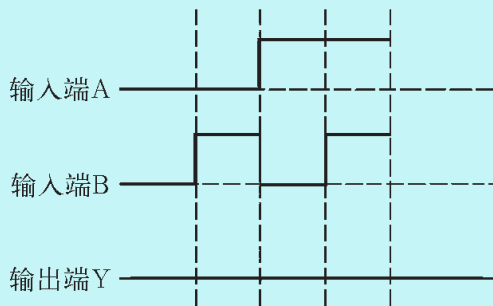

图 2.44 或非门电路波形图
1. 试完成两个输入端或非门电路的波形图（图2.44）和真值表（表2.12）。